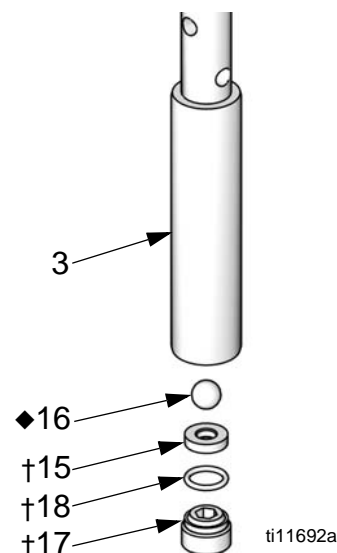

FIG. 5. Byt ut kolvkulan och sätet.
13. Ta bort o-ring (18†), sätet (15†) och kulan (16♦). Se FIG. 5.